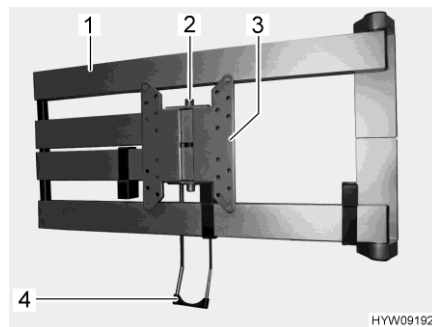

Bild 46 Gelenkarm
- Entriegelungsbügel (Bild 46,4) ziehen. Der Gelenkarm (Bild 46,1) ist entriegelt.